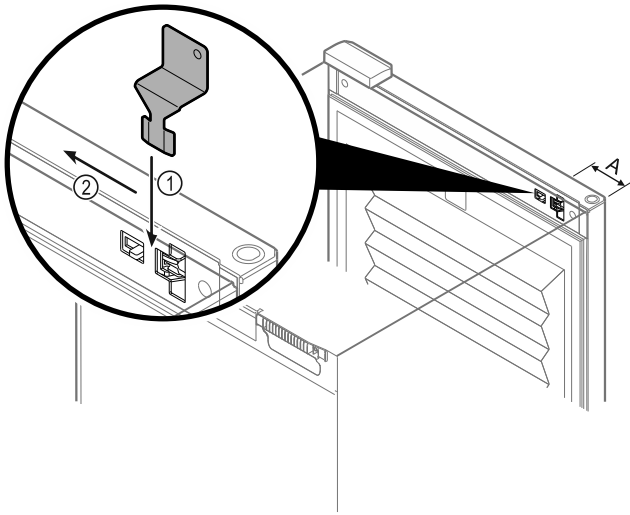

Fig. 133
- ▶ Poziționați cheia de deblocare de urgență în poziția specificată Fig. 133 (A) ≈ 100mm.
- ▶ Introduceți cheia de deblocare de urgență între ușă și corpul aparatului, de sus până la opritor Fig. 133 (1).
- ▶ Trageți cheia de deblocare de urgență în direcția părții cu balamale Fig. 133 (2).